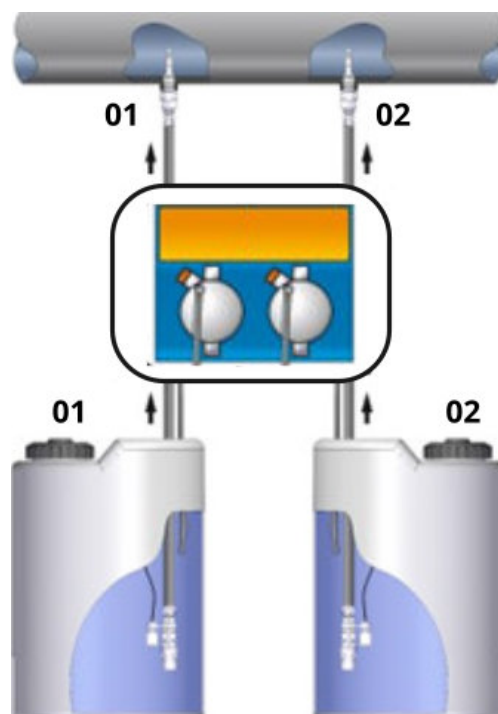

Рис. 5
- Расположите насос, как показано на рисунке Рис.5
- Насос может быть установлен как выше, так и ниже уровня жидкости, содержащейся в баке с дозируемым реагентом. В наиболее частом случае монтажа насоса над резервуаром ограничивайте высоту всасывания в пределах макс. 2,0 м от уровня жидкости. (см. Рис. 5).